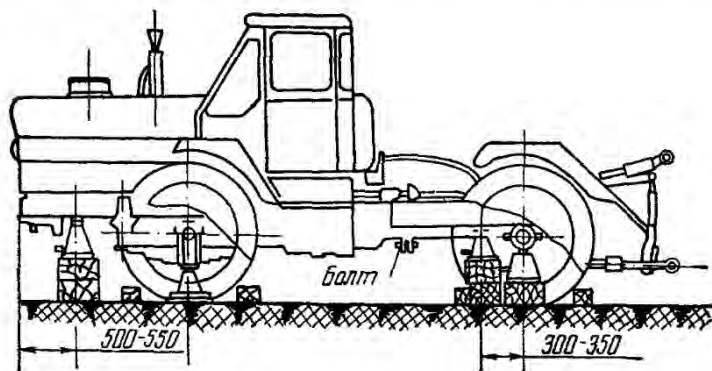

Рис. 14. Схема подъема домкратами трактора Т-150К.
5. Для подъема колесного трактора домкрат устанавливается в следующих точках (рис. 14):